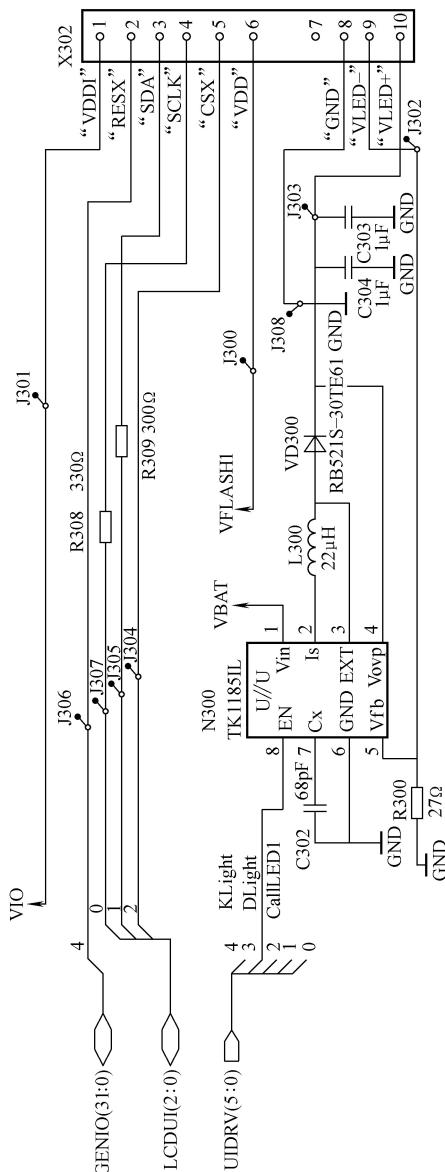

图 4-41 谱基业 6610 手机普通 TFT-LCD 显示屏电路的结构
但不同的手机，其显示屏电路的组成结构不是完全相同的：有的显示接口是单独的显示屏接口，一般直板手机较多；有的显示接口和其他功能接口是组合在一个大的接口上，这种接口在电路分析时，要分别进行，主要接口的哪一些是与显示有关的，这种接口一般用于翻盖手机中。正因为接口不同，因此其工作原理也就不同。如图 4-41 所示，为诺基亚 6610 手机普通 TFT-LCD 显示屏电路的结构，它采用单独的显示屏接口。
① 英文符号的含义。下面，我们对图 4-41 中重要的英文符号的含义作一简要的了解。
② 电路中的元器件。下面，我们对图 4-41 中关键的电路元器件作一简要的了解。
2) 普通 TFT-LCD 显示屏手机显示电路的工作原理。我们参考图 4-41，主要就显示接口部分的工作原理作具体的了解。